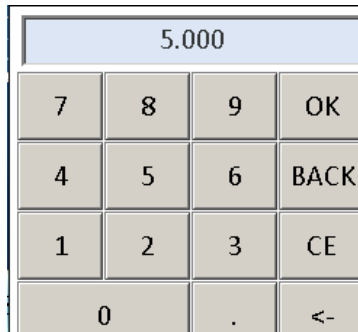

图 3.3
在聚焦法则中，部分选项选择后会弹出软键盘对话框（如图 3.3），需要在软键盘中输入数值，需在触摸屏上点击操作。按 **CE** 按钮重置数值，按 **<-** 按钮退格，按 **BACK** 按钮退出，按 **OK** 按钮确认完成并退出。
**晶片中心间距：**0.01mm~30mm 可调。通过   或旋转  键选择该选项，按  键进入（也可在触摸屏上点击该选项进入），会弹出图 3.3 所示对话框，参考图 3.3 说明，完成操作后，再按  键保存并退出。
**晶片尺寸：**0.01mm~20mm 可调。通过   或旋转  键选择该选项，按  键进入（也可在触摸屏上点击该选项进入），会弹出图 3.3 所示对话框，参考图 3.3 说明，完成操作后，按  键保存并退出。
※焊缝设置中，调整各参数时如弹出软键盘对话框，请参考图 3.3 说明进行操作。